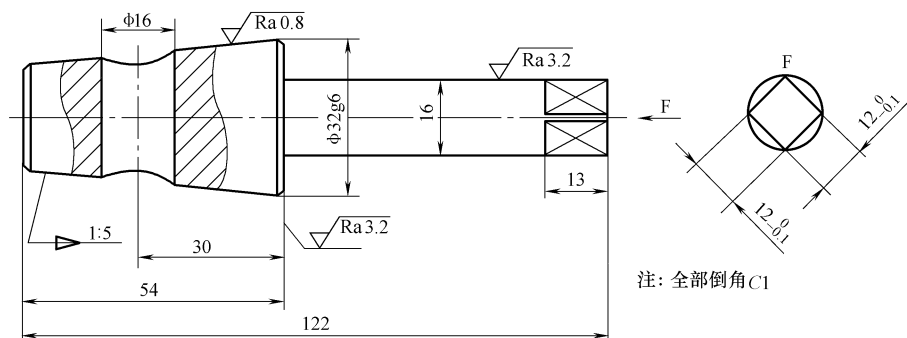

图 6-11 阀杆
【例 6-2】 绘制如图 6-11 所示的阀杆。
10) 标注视图尺寸, 操作结果见图 6-11 所示。